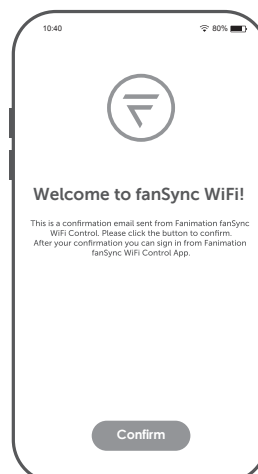

Figura 3
- ☐ **3.** Si se registró utilizando la opción de correo electrónico, compruebe su buzón de entrada para encontrar el correo electrónico de configuración de la cuenta por primera vez. Abra el mensaje y haga clic en el botón "Confirmar". Si no encuentra el mensaje, compruebe la carpeta de correo no deseado. El correo electrónico procederá de "fansync@fanimation.com". (Figura 3)